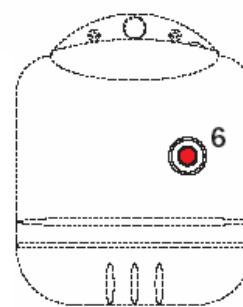

Рис. 1
При кратком нерабочем периоде просто поверните выключатель **5** (Рис.1) на панели управления в положение "0". При длительном нерабочем периоде наряду с этим должен быть закрыт вентиль (кран) подачи топлива.
- a** – Блокировка горелки, сигнализируемая соответствующей лампочкой **6** (Рис.1). Смотрите инструкция к горелке.